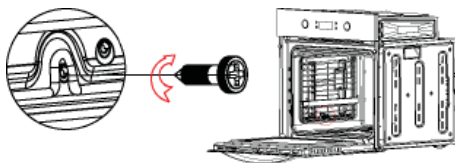

figura 1
1) Afloje el tornillo para fijar el soporte de la rejilla con un destornillador, como se muestra en la figura 1.